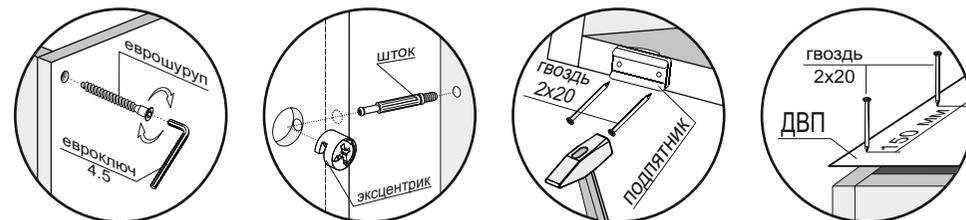

Рис.1
3. К боковинам (1) монтировать направляющие шурупами 3x16 по наметкам (рис.1).
4. Соединить боковины (1) и стяжки (6) с помощью шкантов (отверстия $\varnothing 5$ ближе к краю). Затем стянуть боковины (1), стяжки (3,4,5,6,7) и цоколи (7) еврошурупами (рис.1).
5. Перевернуть изделие лицевой частью вниз и замерить диагонали секции (они должны быть равны: ± 2 мм). Прибить гвоздями 2x20 к боковинам (1) подпятники и ДВП (11) к задней стенке стола (рис.1).
8. К собранному изделию монтировать крышу (2) с помощью эксцентриков (рис.1).